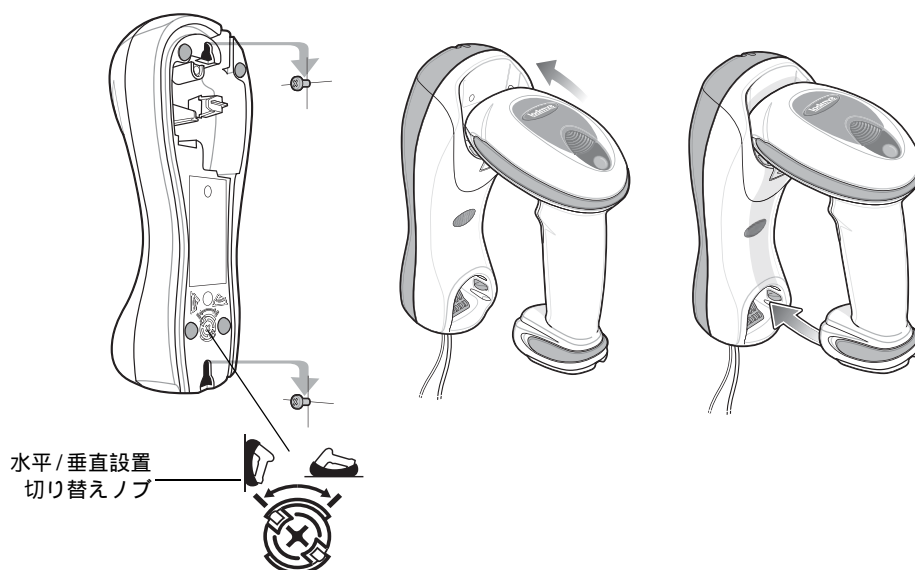

図 1-9 垂直設置 - スキャナをクレードルに装着する
3. 水平/垂直設置切り替えノブが、図 1-9 に示す正しい位置になっていることを確認します。